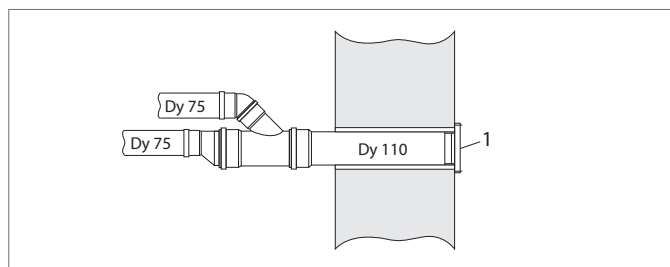

Рис. 5-25 Выпуск через стену для типа 4000
- Для типа 4000 оба выхлопных трубопровода (Dy 75) следует присоединить через переход к проходу через стену (Dy 110) (см. рис. 5-25).